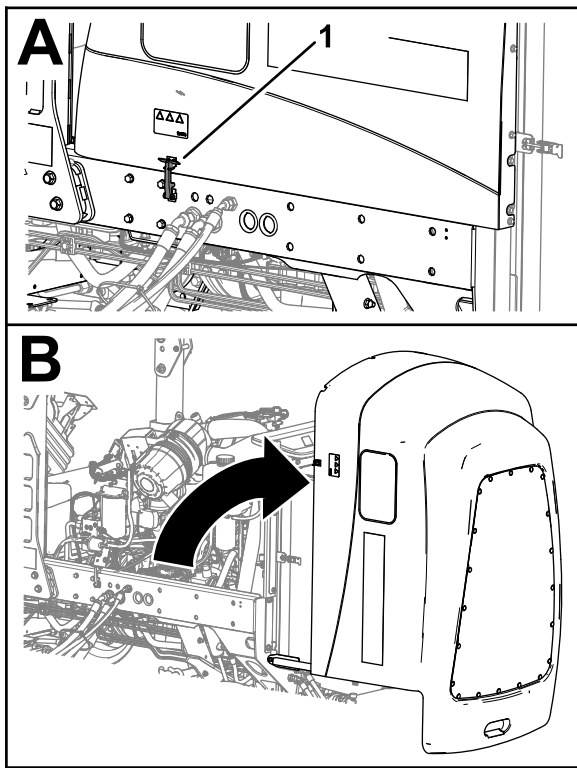

Figura 93
1. Desenganche los 2 cierres del capó (Figura 93).
1. Desenganche el cierre de goma de la tapa del compartimento de la batería (Figura 93).